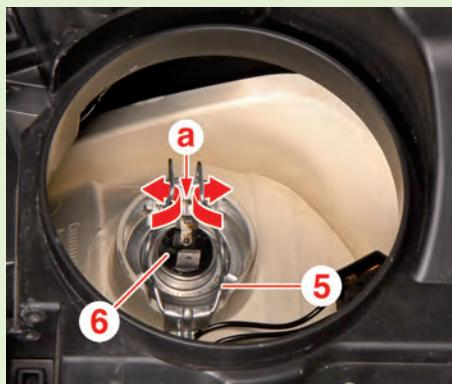

Fig.5
- Dégager l'agrafe (5) de ses encoches (Fig.5).
- Basculer l'agrafe puis déposer l'ampoule (6).